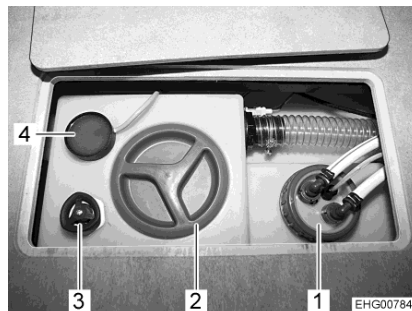

Bild 130 Drehgriff (Wassertank)
**Öffnen:** ■ Auf dem Wassertank den Drehgriff (Bild 130,3) entgegen dem Uhrzeigersinn bis zum Widerstand drehen. Das Wasser läuft bis auf ca. 20 Liter aus.
**Schließen:** ■ Auf dem Wassertank den Drehgriff (Bild 130,3) im Uhrzeigersinn bis zum Anschlag drehen.